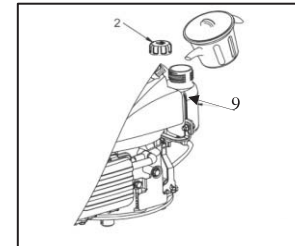

Abb. 5
- Entfernen Sie die Kappe (2) vom Kraftstofftank.
- Füllen Sie den Tank bis zur Füllstandgrenze am Hals des Tanks (9) mit Benzin. (Abb. 5)